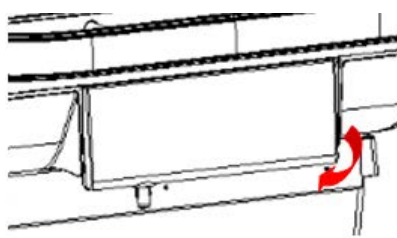
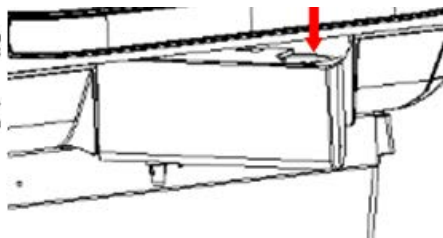

Рис. 1
Рис. 2
- (1) При добавлении воды потяните за паз, обозначенный надписью «ОТКРЫТЬ» в правом нижнем углу емкости, и поверните наружу по часовой стрелке (т. е. в направлении, указанном дуговой стрелкой на рис. 1), при этом максимальный угол поворота может составлять до 90°, после открытия емкости видна каплевидная крышка емкости над ней (т.е. область, указанная вертикальной стрелкой на рис. 2). Затем отвинтите крышку емкости в направлении, указанном на крышке, и залейте соответствующий объем воды во входное отверстие для воды. После наполнения водой верните резервуар в исходное положение, выполнив действия, указанные выше, в обратном порядке.